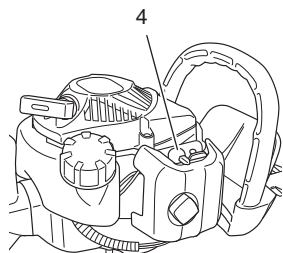

Fig. 4
\* Pressez la poire de la pompe d'amorçage (4) à plusieurs reprises pour que le carburant puisse s'écouler par la poire ou par le tuyau de retour. (Fig. 4)